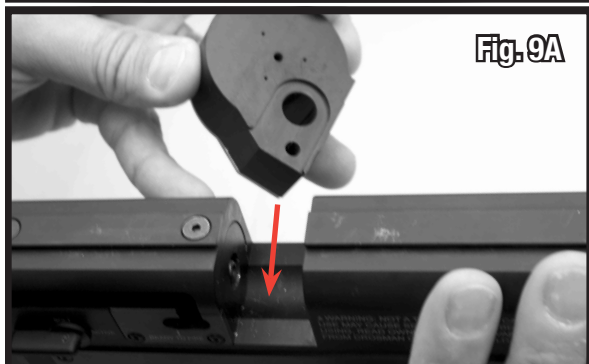

Fig. 9A
- Con la cubierta del cargador de cara a la culata del rifle, coloque el cargador del lado izquierdo y empujelo hacia adentro hasta que escuche un clic, el cual indica que está en posición correcta. (Fig. 9A-C)